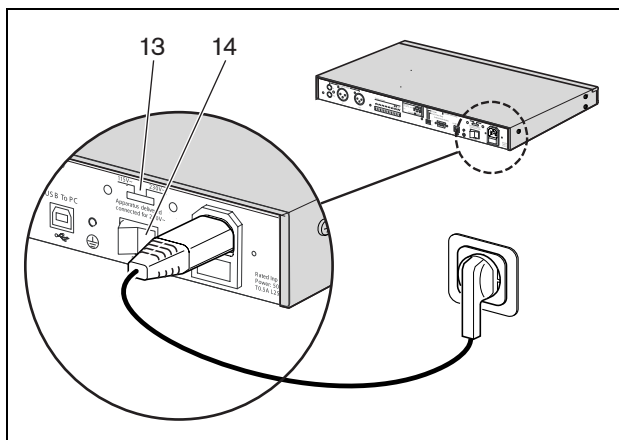

figura 3.8: Cable de red
- 1 Asegúrese de que el interruptor power (14) de la parte posterior del temporizador esté en la posición “O” (véase figura 3.8).
- 2 Asegúrese de que el selector de tensión (115 V/ 230 V) (13) esté correctamente ajustado a la tensión principal del país (consulte figura 3.8).
- 3 Utilice el cable de red para conectar el temporizador a la fuente de alimentación (véase figura 3.8).